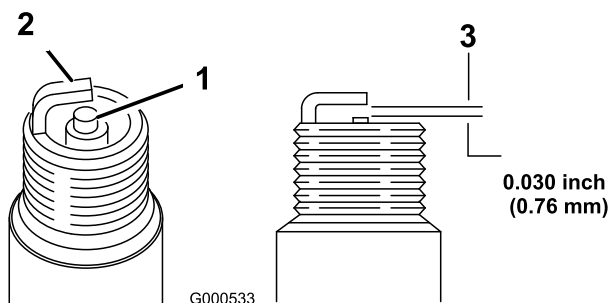

Bild 35
11. Stellen Sie den Elektrodenabstand auf 0,76 mm ein (Bild 35).